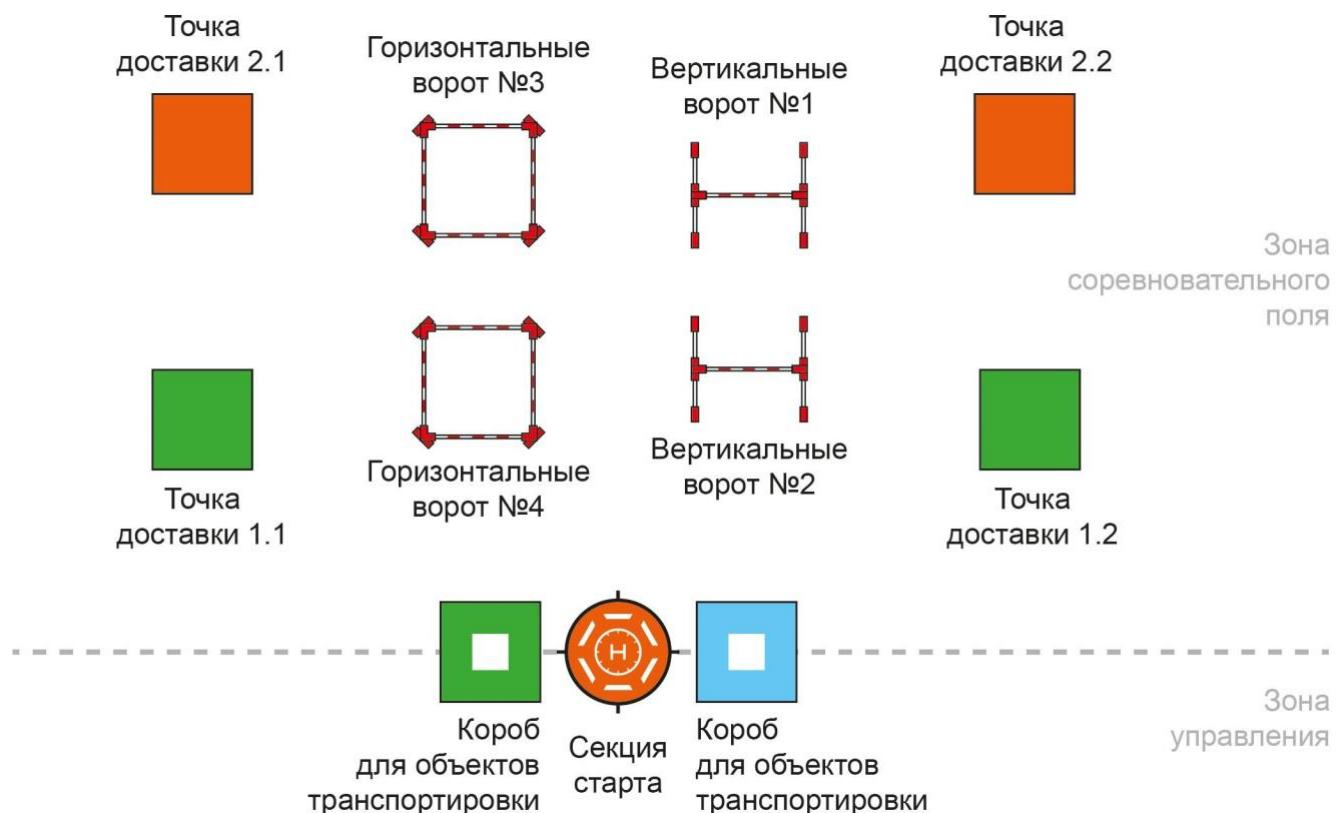

Рис. 1. Образец соревновательного полигона
2.1. Полигон представляет собой огороженную секцию, состоящую из двух частей – зоны управления полетом и соревновательным полем, где квадрокоптер участника выполняет задачи (см. рис. 1, Приложение №1).